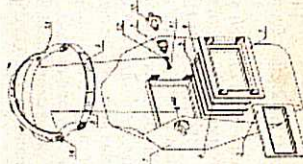
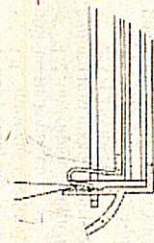

Рис. 1
Рис. 3
1. На наголовном креплении поз. 13(рис. 1) соединить и застегнуть хвостовики темных лент, обеспечивая необходимую глубину посадки. Хвостовики запыльных лент соединить, продев ленту поз. 9 в отверстия ленты поз. 8 и установить требуемый размер. Запыленная лента обеспечивает возможность регулировки охвата головы с шагом 5мм.
- Для замены светофильтра необходимо снять прижимную рамку поз. 3 (Рис. 1). Для снятия рамки необходимо отвести отверстием пружинящий упор поз. 2 (Рис. 3). Вывести из зацепления упор и приподнять один край рамки. Аналогично освободить и остальные края рамки. Вынуть стекла, соблюдая осторожность. Произвести замену светофильтра, смотрового стекла или подложки. Сборку произвести в обратном порядке, соблюдая последовательность установки стекол и светофильтра.